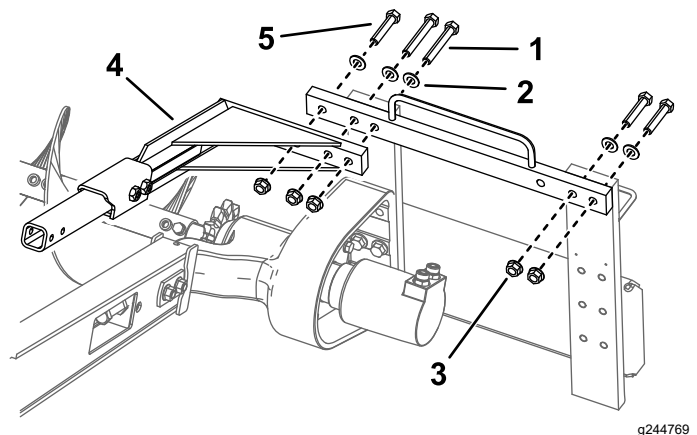

Figura 10
1. Perno (6)
8. Retire los 2 pernos ($\frac{5}{8}$ " x 3"), las 2 arandelas y las 2 tuercas que fijan el lado derecho del chasis superior y muévalos a los taladros correspondientes a la izquierda (Figura 10).
arandelas y las tuercas con arandela prensada que retiró anteriormente (Figura 10).